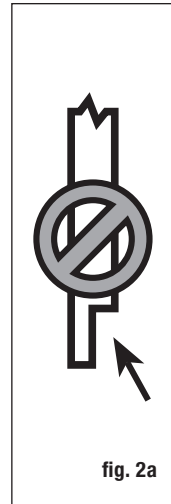

fig. 2a
**Important : Ne faites pas d'encoche dans les poteaux de 10 x 10 cm (4 x 4 po) du garde-corps.** Cela réduirait la force du poteau et pourrait mener à une défaillance ou l'écrasement du garde-corps (fig. 2a).